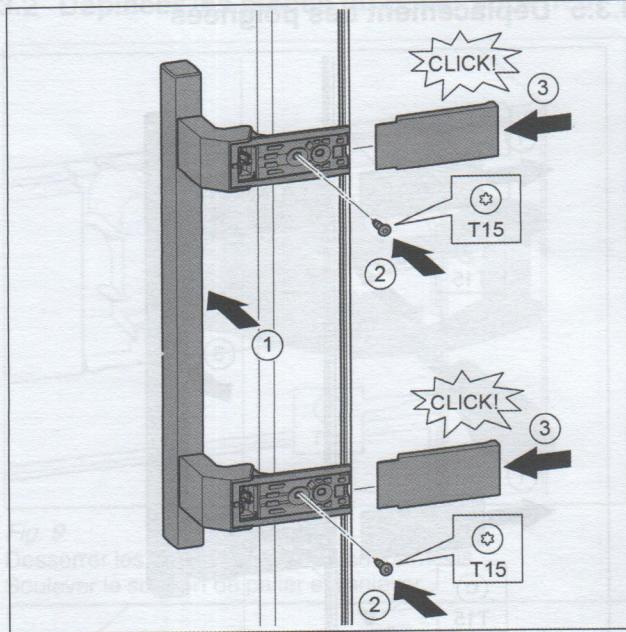

Fig. 16
- ▶ Poser la poignée sur le côté opposé. Fig. 16 (1)
- ▶ Serrer les vis avec un tournevis T15. Fig. 16 (2)
- ▶ Mettre en place les caches latéralement et les enfiler. Fig. 16 (3)